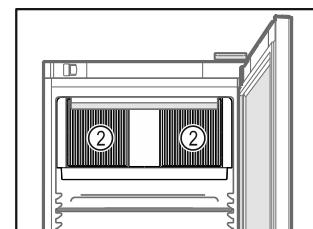

Fig. 58
- Тримати відкритою вентиляційну щілину Fig. 58 (2) вентилятора циркуляційного повітря у внутрішній камері.